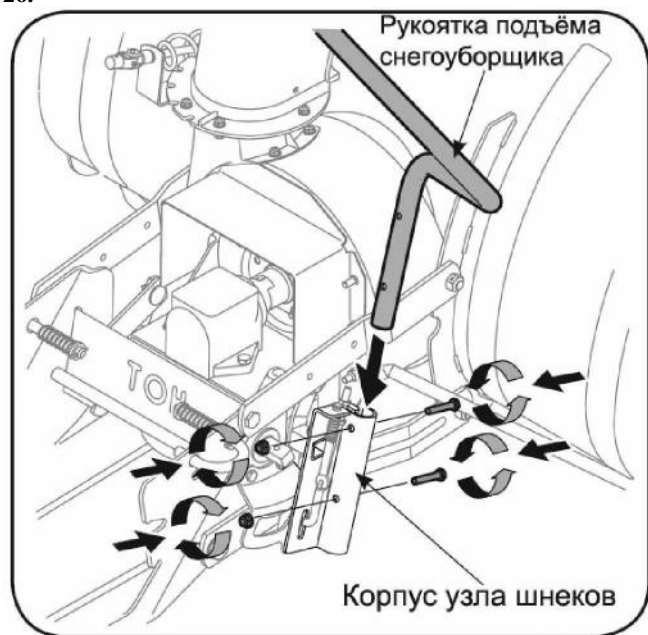

Рис. 26.
1. Подсоедините рычаг к кронштейну подъема на правой стороне корпуса шнеков с помощью двух шестигранных болтов и гаек, которые имеются в комплекте деталей. См. Рис. 26.